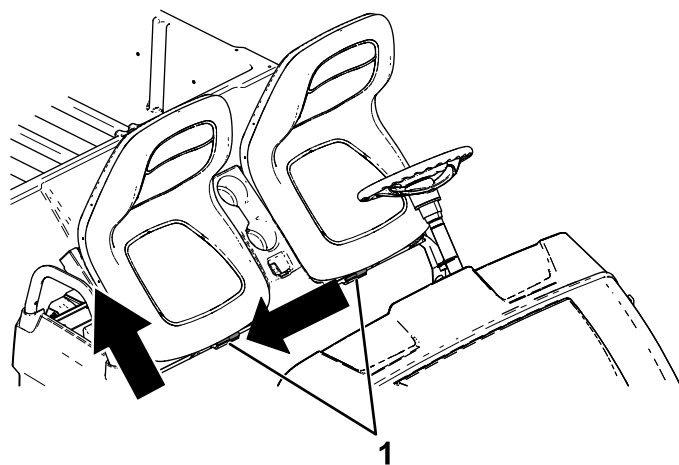

Рисунок 27
2. Сдвиньте сиденье в сборе в сторону, чтобы снять его со штифтов, и поднимите сиденье в сборе вверх (Рисунок 27).